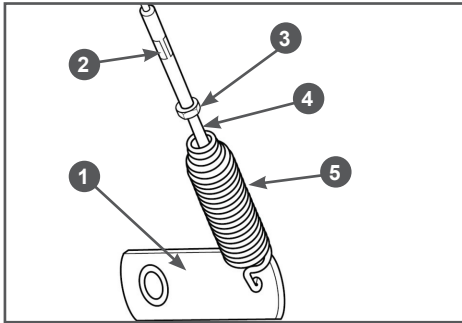

Рис. 9 Регулировка длины тросов включения хода и шнека
- Отрегулируйте длину тросов включения шнеков и включения хода. Для примера, на Рис. 9 показан механизм регулировки троса включения шнеков. При полностью нажатом рычаге включения шнеков пружина 5 должна
быть растянута на 0,5 - 1 см (Рис. 9). Для регулировки длины троса ослабьте затяжку контргайки 3, вкрутите в муфту 2 или, при необходимости, выкрутите из муфты регулировочный винт 4 (Рис. 9). После окончательной регулировки затяните контргайку 3. Регулировка длины троса включения хода производится таким же образом.